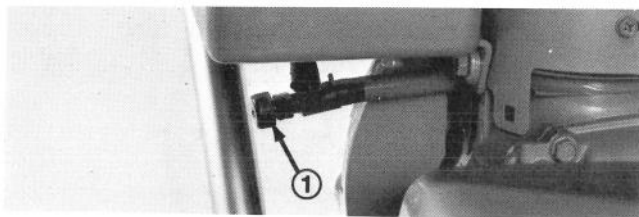

Abb. 18
**Benzinhahn** (Abb. 18) – Der Benzinahn befindet sich unten am Kraftstofftank. Den Benzinahn schliessen, um den Benzinzufluss vom Kraftstofftank zu stoppen. Den Hahn öffnen, damit das Benzin in den Vergaser fließen kann. Den Benzinahn schliessen, wenn die Schneefräse ausser Betrieb ist.